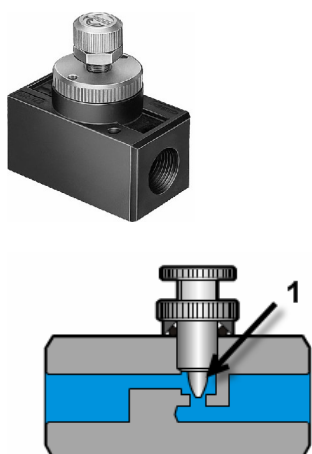

Fig. 19. Limiteur de débit
Dans ce cas on utilise un limiteur de débit (Fig. 19) où le réglage se fait au moyen d'une aiguille (1).